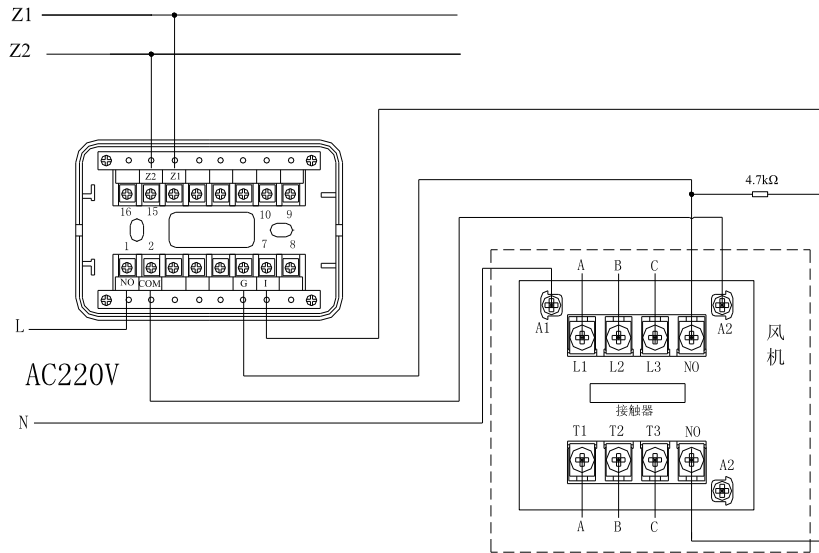

图 2-74
(2) 当外接 AC220V 时，模块与 AC220V 给被控设备（以风机为例）的接线示意图如图 2-74 所示。